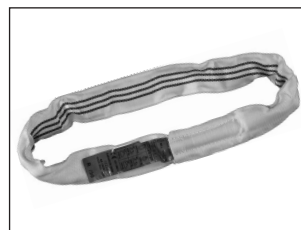

Abbildung 9:
- Hebebänder (siehe Abbildung 8) und Rundsclingen (siehe Abbildung 9) mit eingenähtem Etikett mit Angaben zu Tragfähigkeiten bei gebräuchlichen Anschlagarten (Spezifikationen siehe Lieferanten von Hebebändern und Rundsclingen).